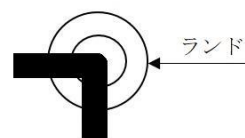

図 12 配線の方向変更
- キ 配線の変更方向の場合は、図 12 のようにランド上で行い、そのランドをはんだ付けすること。